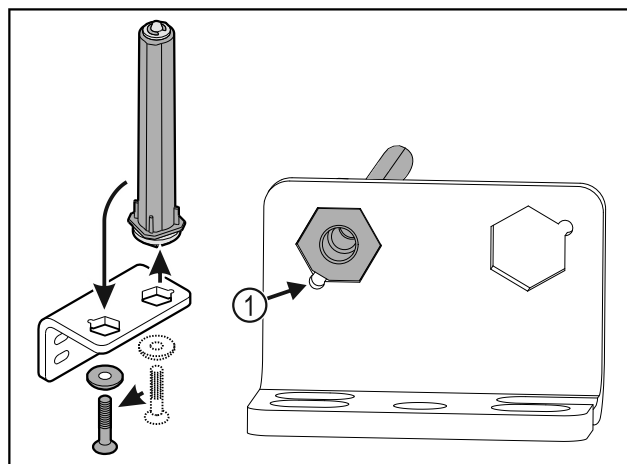

Fig. 30
- ▶ При поставянето внимавайте за това, скосяването на болта Fig. 30 (1) да сочи към кръглия отвор.